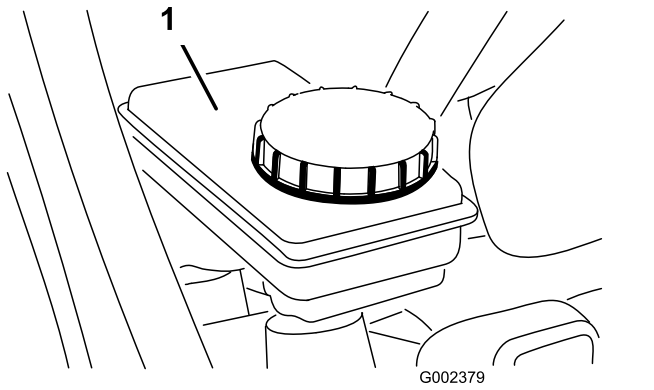

図 73
5. ブレーキオイルタンク内の液量を点検する 図 72 と 図 73。
- A. タンクのキャップの周囲をきれいに拭く 図 73。
- B. タンクからキャップを外す 図 73。
- C. タンクの FULL マークまで液を追加する 図 73。
D. キャップを取り付ける 図 73。